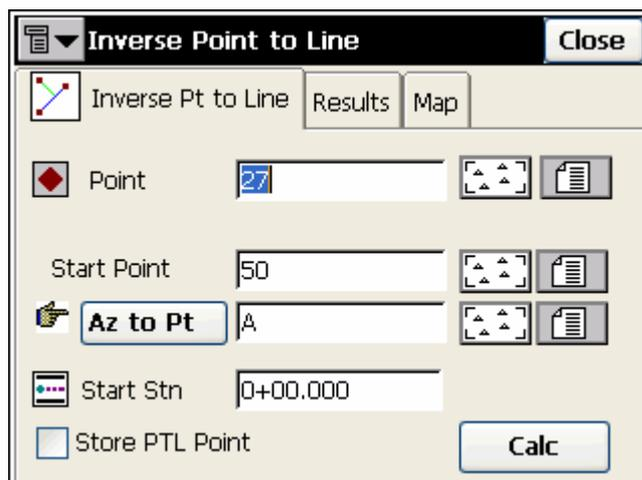

Рисунок 8-4. Расстояние от точки до линии
1. Выберите имя точки и задайте прямую через ее начальную точку, азимут и начальную станцию (рис. 8-4).